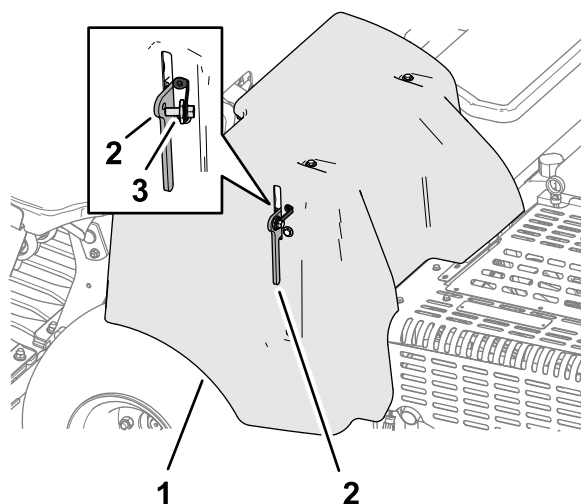

Figura 136
4. Se la macchina presenta un cordino di fissaggio del copricinghia CE, avvitate il bullone del cordino nel foro del copricinghia e serrate il bullone (Figura 136).